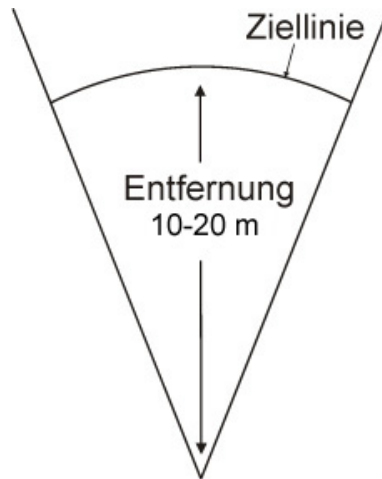

Figure 1: Skizze der Rennstrecke
2. Die Modellautos dürfen den gekennzeichneten Bereich (siehe Abb. 1) nicht verlassen. Vom Startpunkt aus ist eine Abweichung von  $\pm 15^\circ$  nach links bzw. nach rechts